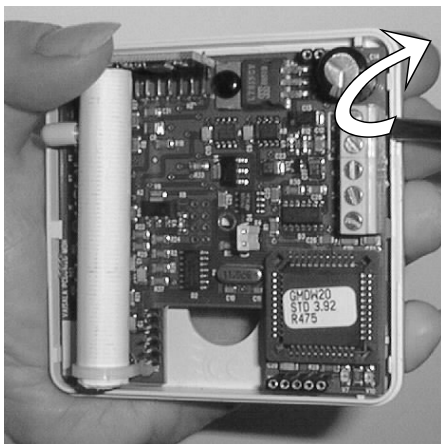

Abbildung 1 Verkabelung
4. Entfernen Sie die Hauptplatine, indem Sie sie mit einem Schraubendreher nach oben drücken (siehe Abbildung 1 unten 3).